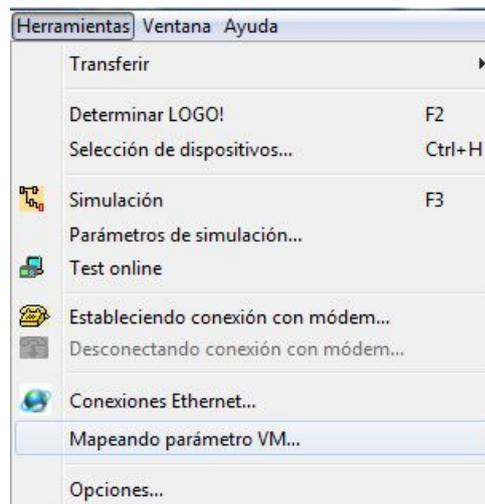

FIGURA 115: Herramientas - mapeando parámetros.
- Ir herramientas y seleccionar Mapeando parámetros VM (FIGURA 115).